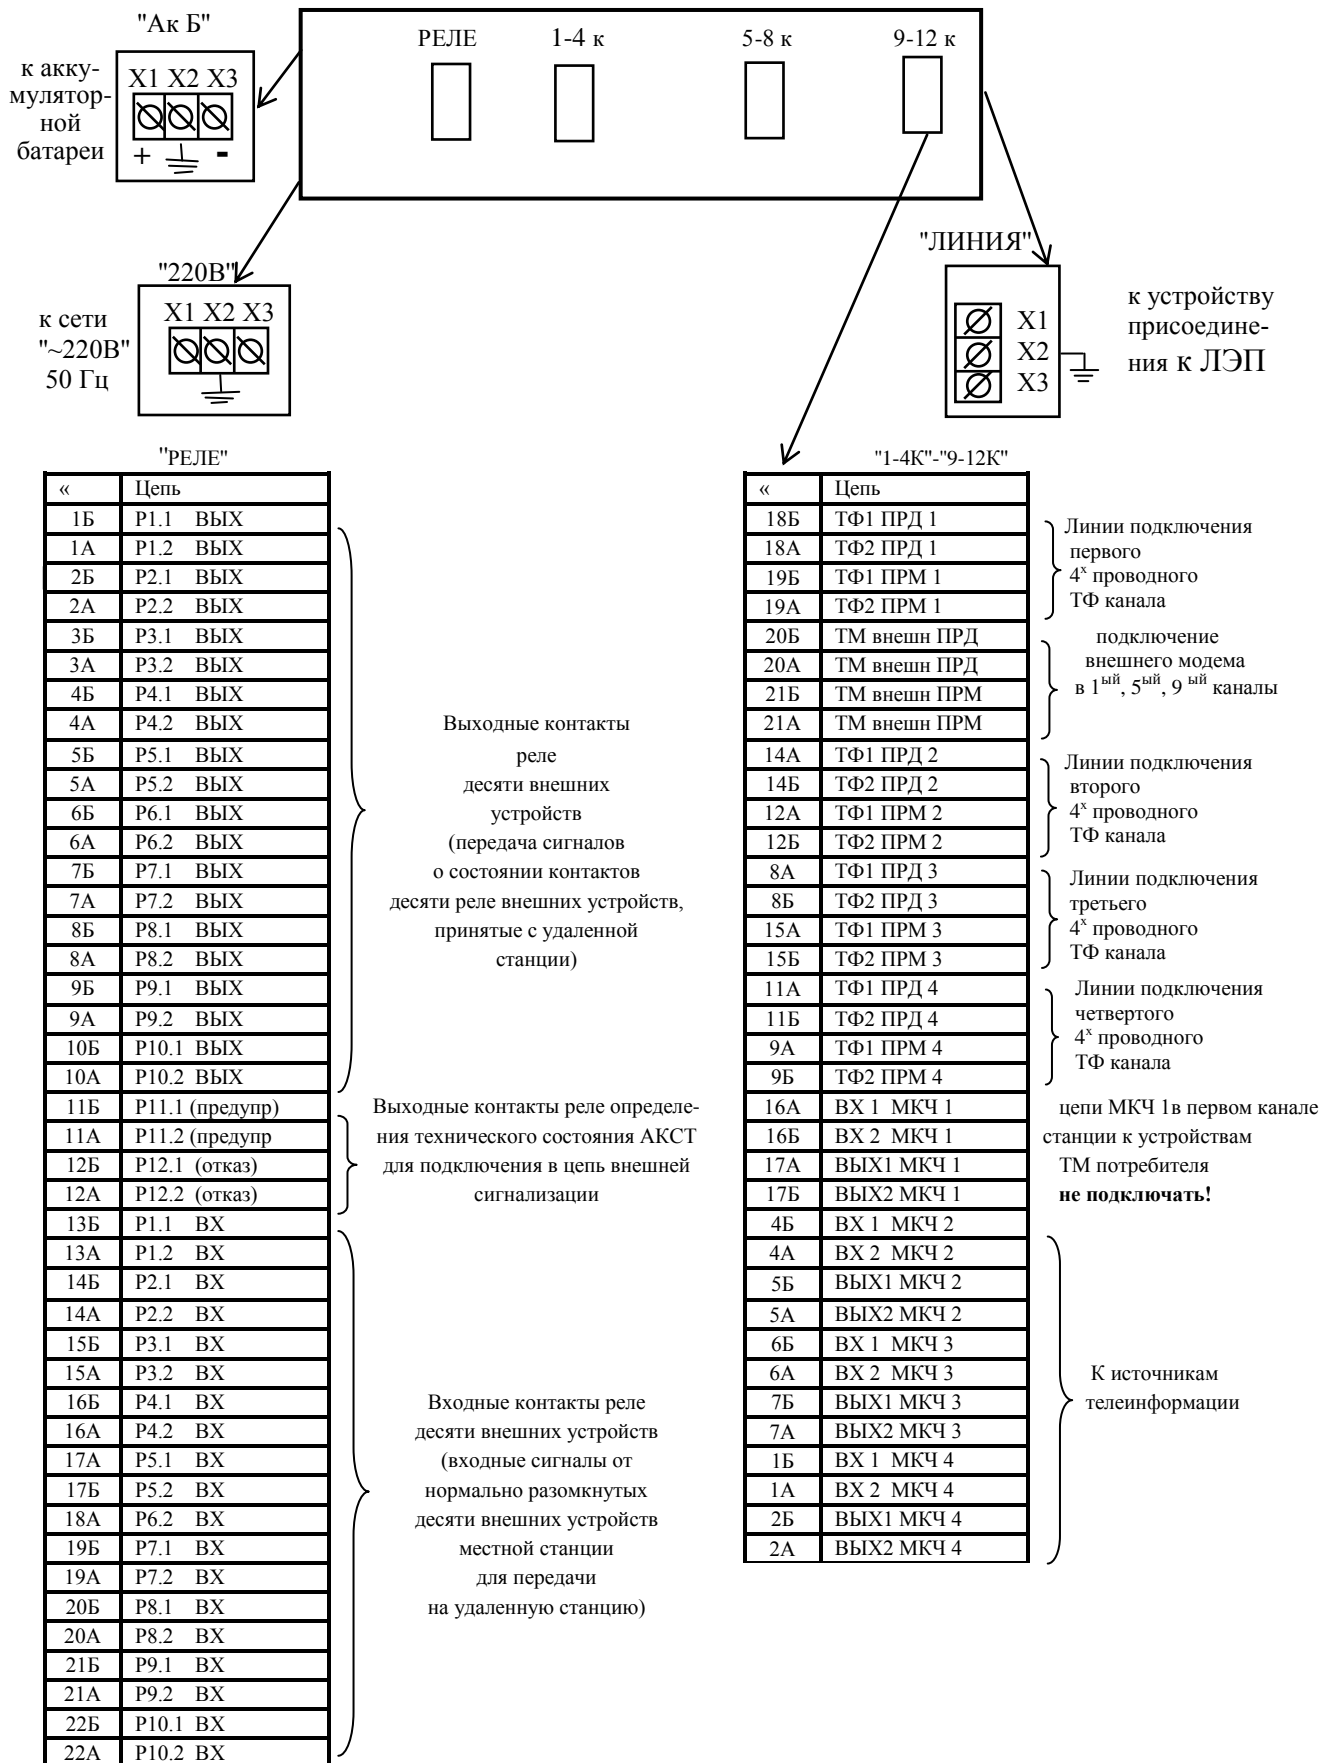

Рисунок 2
3.6 Снимите "фальшь - панель" и верхнюю крышку шкафов станций. В каждом шкафу подключите линию питания ~220В к колодке соединительной, отмеченной знаком "~220В" ⚡, аккумуляторную батарею к колодке соединительной "Ак Б". Обе розетки расположены около вводной панели слева. Потенциальные жилы проводов подключайте к крайним контактам Х1 и Х3 колодок, провод заземления - к среднему контакту Х2 (см. рисунок 2).
Линию связи АКСТ с устройством подключения к ЛЭП выполните коаксиальным кабелем типа РК-75 с диаметром внутренней жилы не более 2 мм. Для его подключения около вводной панели справа имеется колодка соединительная с тремя контактами: X1, X2, X3.(см. рисунок 2)